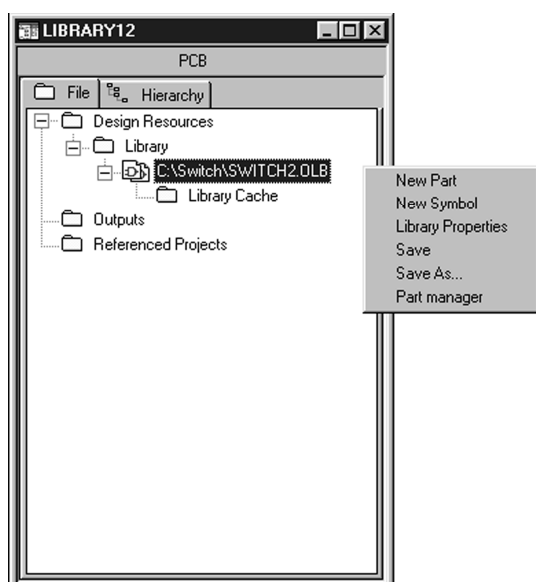
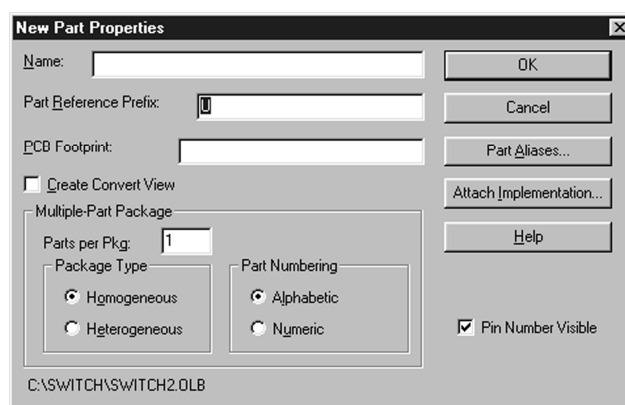
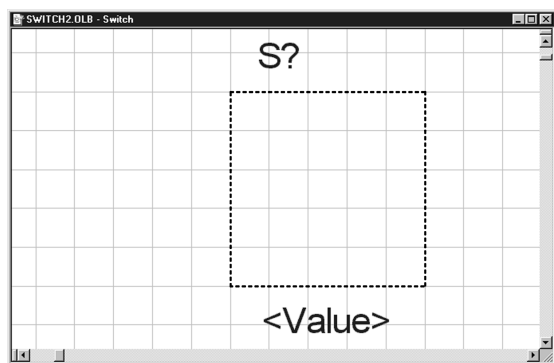

Рис. 4.12. Создание нового элемента
Рис. 4.13. Окно New Part Properties
Рис. 4.15. Окно редактирования элемента
2. Запустим программу Capture и создадим новую библиотеку (File→New→Library). Присвоим новой библиотеке имя Switch2.olb, для чего сохраним ее под этим именем командой Save As. Создадим новый элемент, для чего выделим в менеджере проекта заголовок библиотеки одним щелчком левой кнопкой мыши, затем щелкнем правой кнопкой и выберем пункт New Part (рис. 4.12). В результате появится окно New Part Properties (рис. 4.13).
После добавления модели закроем окно рис. 4.13, нажав кнопку OK.
В результате получим окно редактирования элемента (рис. 4.15).
Создадим новую библиотеку, для чего в программе Capture выполним пункты меню File→New→Library. В появившемся окне менеджера проекта щелкнем правой кнопкой мыши на названии библиотеки и выберем пункт New Symbol (см. рис. 4.12). В появившемся окне New Symbol Properties (рис. 4.18) введем имя нашего символа (My Title) и выберем его тип (Title Block). После нажатия кнопки ОК перейдем в окно редактирования символа, аналогичное окну редактирования элемента (см. рис. 4.15).